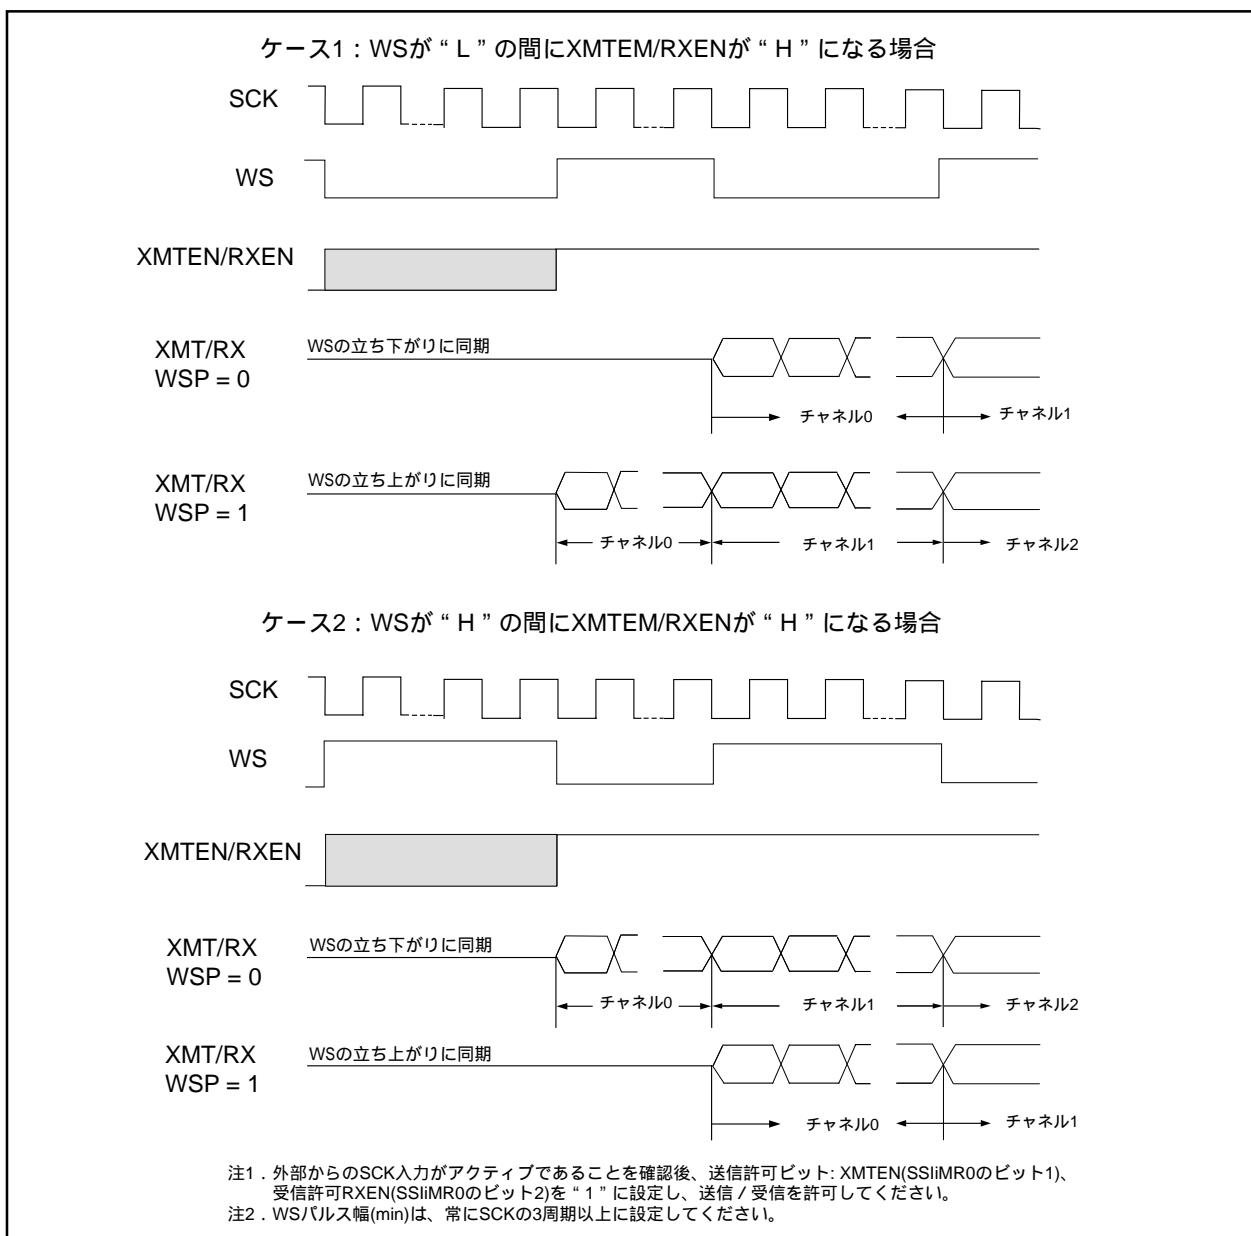

図1.20.4. WS に同期したデータ送受信
- ・データ送受信は、WSの立ち上がり/立ち下がりエッジに同期させることができます。SSIモードレジスタ1のWS極性選択ビットで選択できます。図1.20.4にWSに同期したデータ送受信を示します。